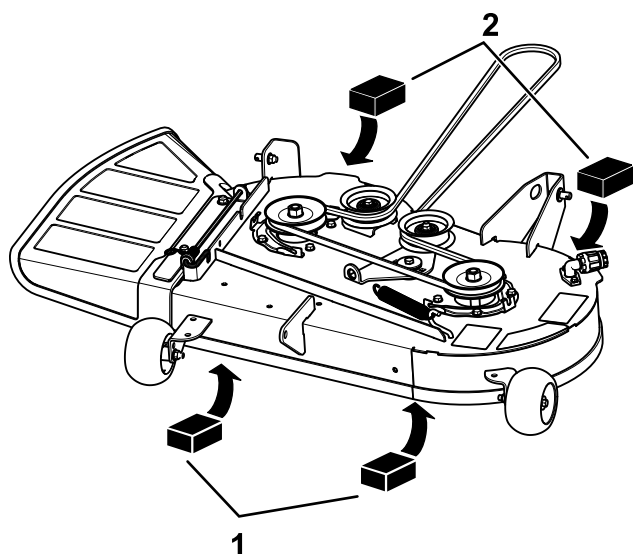

Figure 70
4. Placez deux cales de 6,6 cm (2 5/8 po) d'épaisseur chacune sous chaque côté du bord avant du tablier de coupe, mais pas sous les supports des galets anti-scalp (Figure 70).
5. Placez deux cales de 7,3 cm (2 7/8 po) d'épaisseur chacune sous le bord arrière de la jupe du tablier de coupe, une de chaque côté (Figure 70).